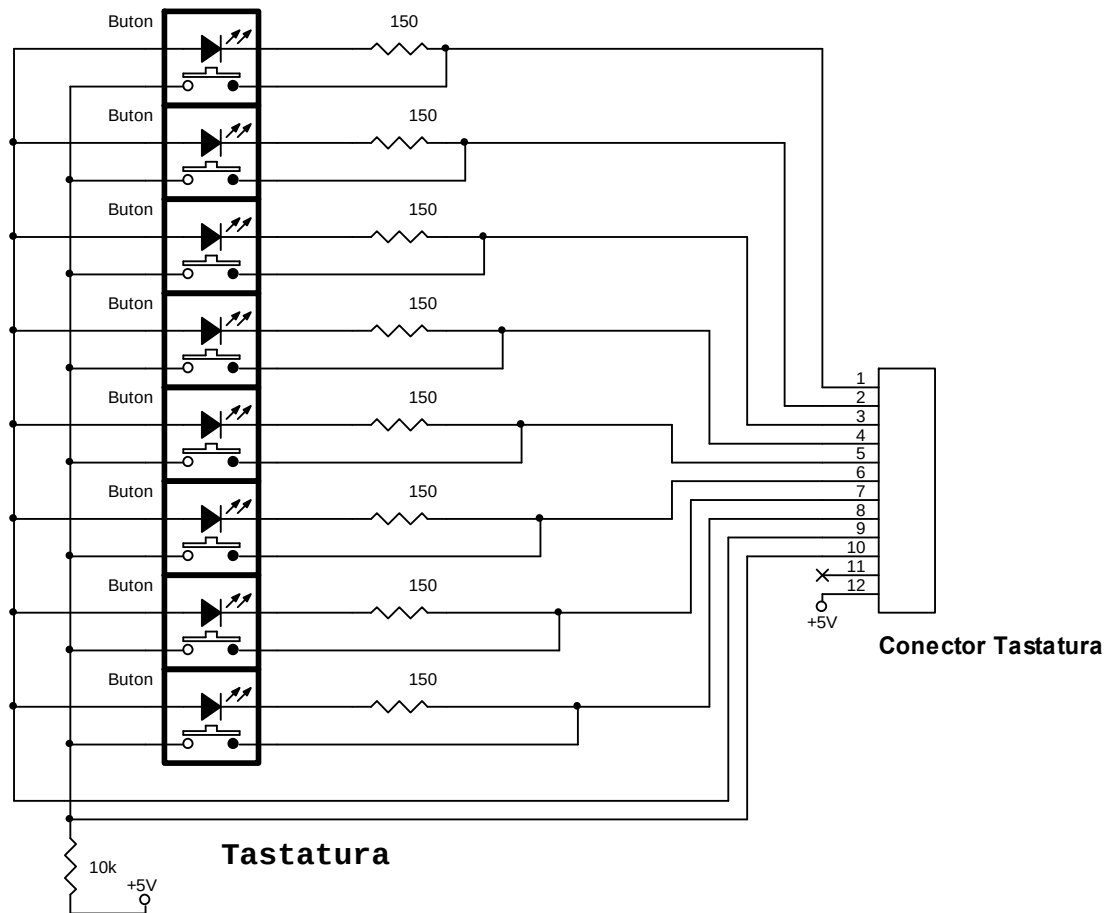

Figura 3. Schema electrica a modulului tastatura
Schema electrica a **modulului tastatura** este prezentata in **figura 3**. Tastatura are 8 butoane si este comandata de circuitul U1.
1.2 Pentru realizarea schemei sunt utilizate entitatile necesare din bibliotecile sistemului de proiectare. Simbolul circuitului U1 va fi creat intr-o biblioteca noua. Butonul de tastatura va avea LED-ul incorporat si va fi creat in aceeași biblioteca, conform specificatiilor din figura 3.